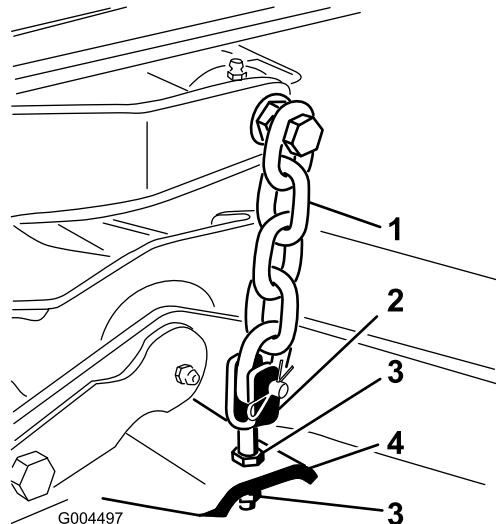

图 7
- 调节将剪草机轭/链条固定到剪草机的锁紧螺母直至滚刀组达到水平图 7。
6. 调节固定后剪草机轭/链条图 7 的锁紧螺母以升高滚刀组的后部使刀片间距设定到 811mm。